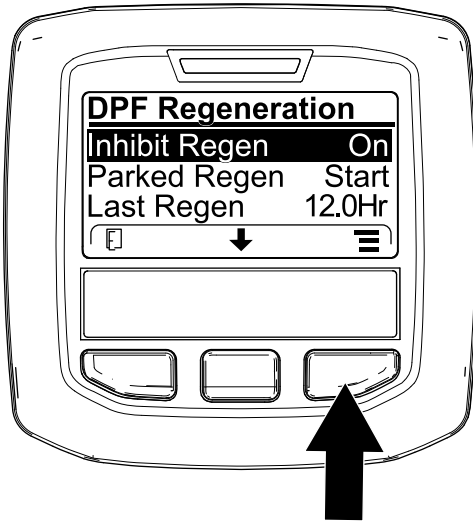
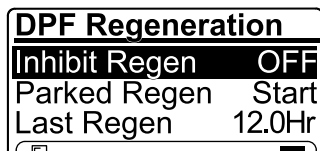

Figura 38
Figura 39
1. Vaya al menú de Regeneración del DPF, pulse el botón central para desplazarse hasta la opción INHIBICIÓN REGENERACIÓN, y pulse el botón derecho para seleccionar la opción Inhibir regeneración (Figura 38).
2. Pulse el botón derecho para cambiar el ajuste de Inhibir regeneración de Activado a Desactivado (Figura 38) o de Desactivado a Activado (Figura 39).